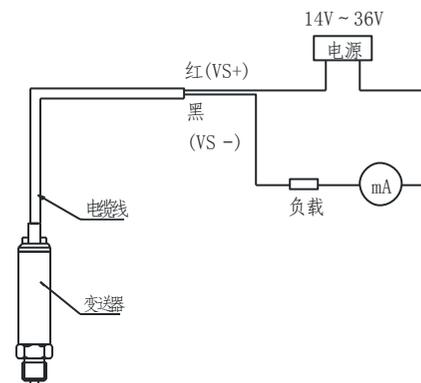

图 7-1 产品接线图
1. 先将变送器按接线图（图 7-1 或图 7-2）正确接线。